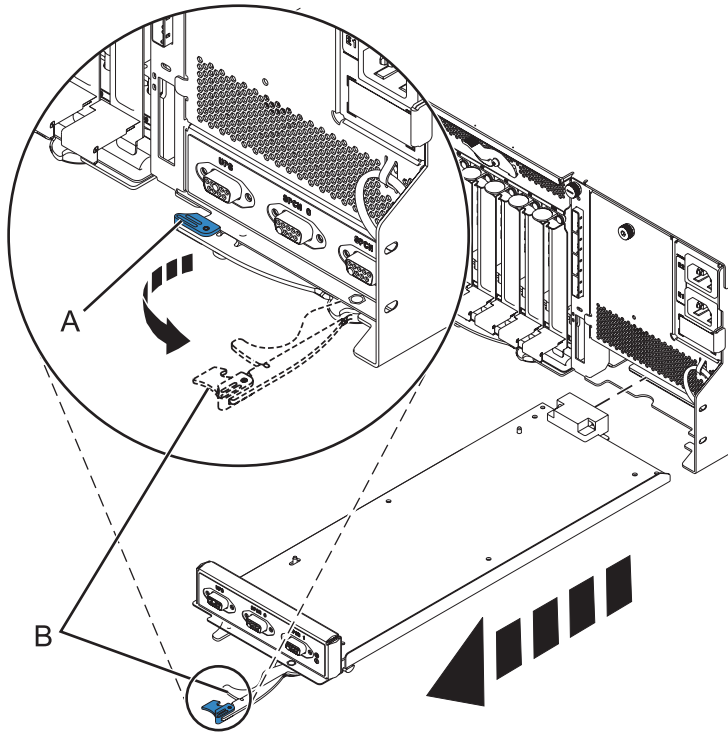

Figure 69. Retirer le contrôleur de gestion du boîtier
- b. Pincez le loquet (A) pour déverrouiller le levier (B). Pour plus d'informations, voir figure 69, à la page 91.